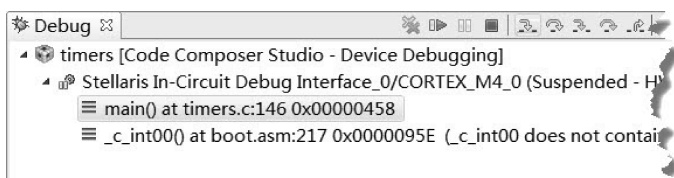

图 11-9 将编译获得的 .axf 可执行文件下载到 EK - TM4C123GXL 板中
4) 编译 timer 工程，并将其下载到 EK - TM4C123GXL 开发板中，如图 11-9 所示。